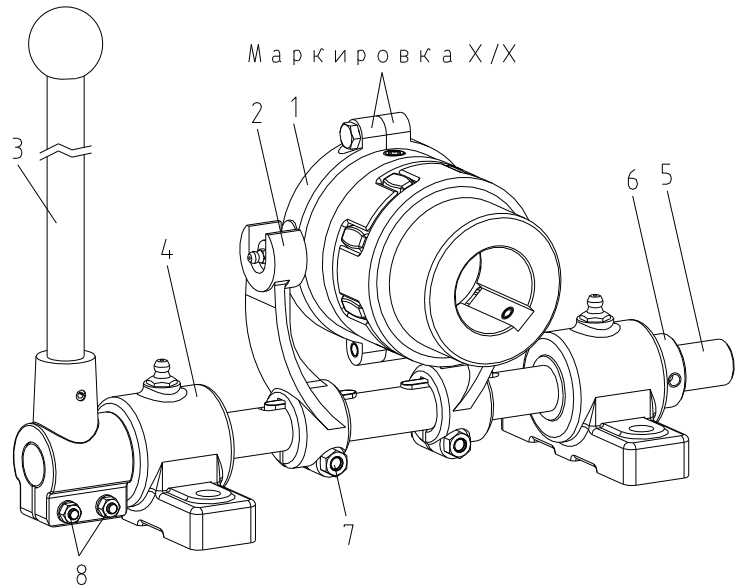

Рис. 8: ROTEX® SD с системой рычага управления
- Перед монтажом контактного кольца (деталь 1, рис. 8) проверьте наличие ниппеля для смазки/тавотницы, а также проверьте детали на повреждения.
- Цапфы контактного кольца вставить в вилки включения (деталь 2, рис. 8).
- Зафиксировать вал управления в осевом направлении зажимным элементом рычага и зажимным кольцом (деталь 6, рис. 8).